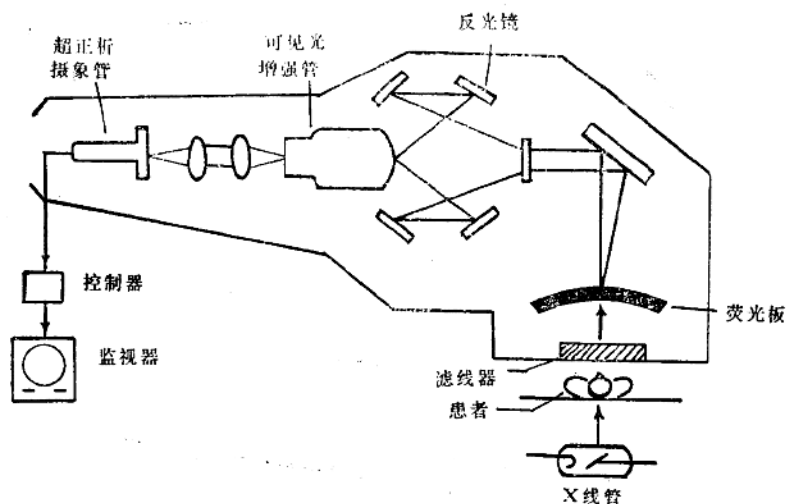

图 1-2 荧光屏+可见光增强管+超正析摄像管装置
(2) 荧光屏+可见光影象增强器+超正析摄像管的电视装置。如图 1-2 所示。X线透过人体和滤线栅，照射到荧光屏上形成图象，经平面反射镜即射到可见光影象增强器上，在影象增强器的观察屏上得到一个被增强了的图象，经